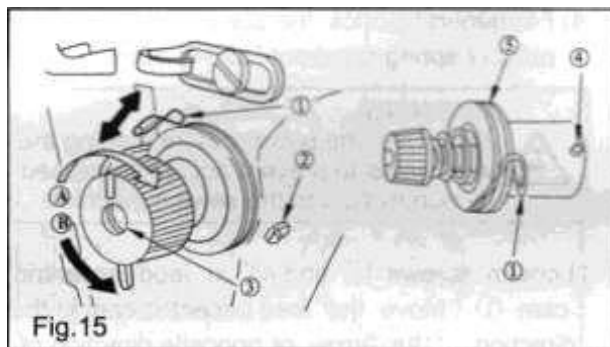

Fig.15
9. Пружина нитенатяжителя (Fig. 15)